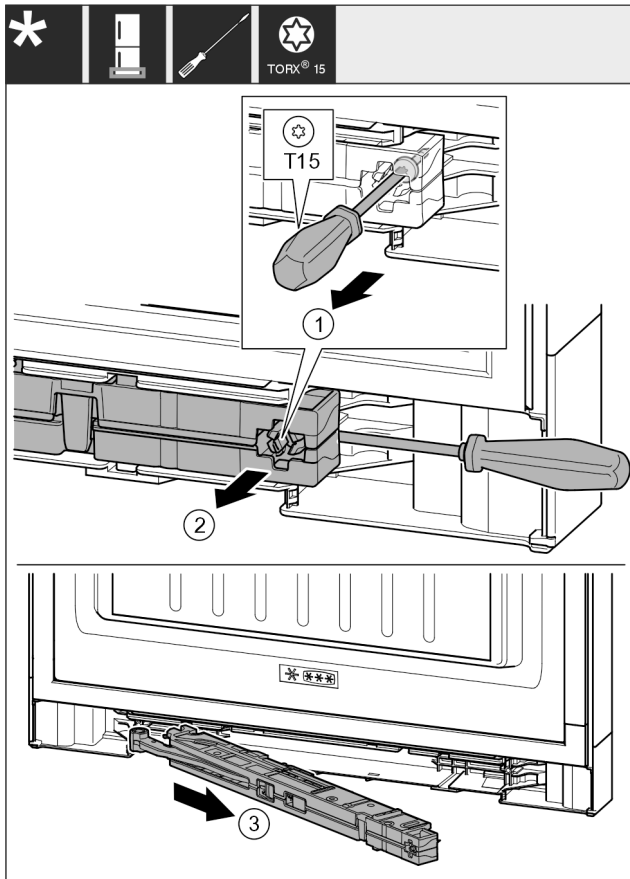

Fig. 17
- ▶ Λασκάρετε τη βίδα από τη μονάδα αποσβεστήρα κλεισίματος με κατασβίδι T15 περ. 14 mm. Fig. 17 (1)
- ▶ Περάστε το κατασβίδι από την πλευρά της λαβής πίσω από τη μονάδα αποσβεστήρα κλεισίματος. Περιστρέψτε τη μονάδα προς τα εμπρός. Fig. 17 (2)
- ▶ Τραβήξτε έξω τη μονάδα. Fig. 17 (3)